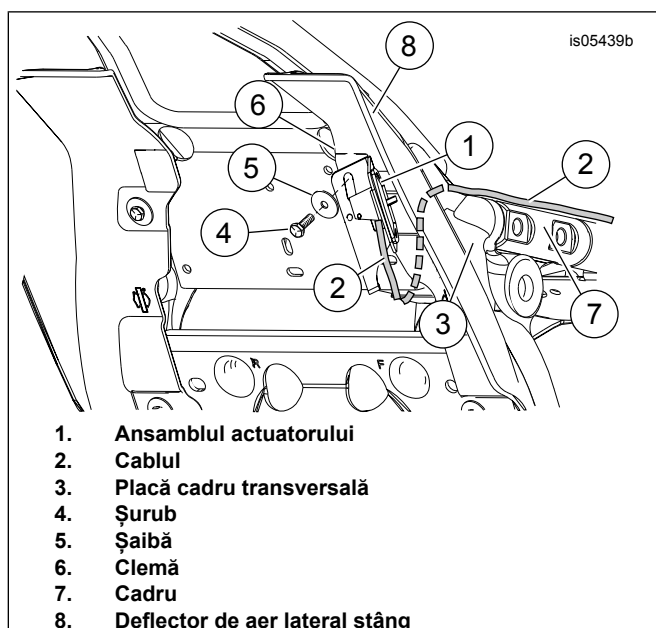

Figura 9. Montarea mecanismului de acționare cu deflector de aer mijloc cadru
12. **Modele cu deflector de aer în partea mediană a cadrului:** Consultați Figura 9.
a. Glisați partea plană a ansamblului de acționare (1) în spatele cablurilor pentru bujii.
c. Fixați cu șurub (4) și șaibă (5). Strângeți.